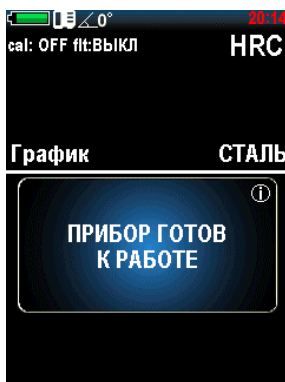

Рисунок 2.14 – Установка угла
- » выбрать нужную шкалу (Роквелла С (HRC), Роквелла В (HRB), Бринелля (HB), Виккерса (HV), Роквелла В (HRB), Шора (HS), Либа (HL), измерения предела прочности (σ_b) на растяжение изделий из углеродистых сталей перлитного в соответствии с ГОСТ 22791-77 (МРА), пользовательскую (U1, U2, U3)).
8. Нажмите клавиши «» или «», чтобы установить угол измерения. Фиксированный угол отображается в верхней части дисплея (рис. 2.14). Угол 0 градусов соответствует вертикальному положению датчика, спусковой кнопкой вверх.